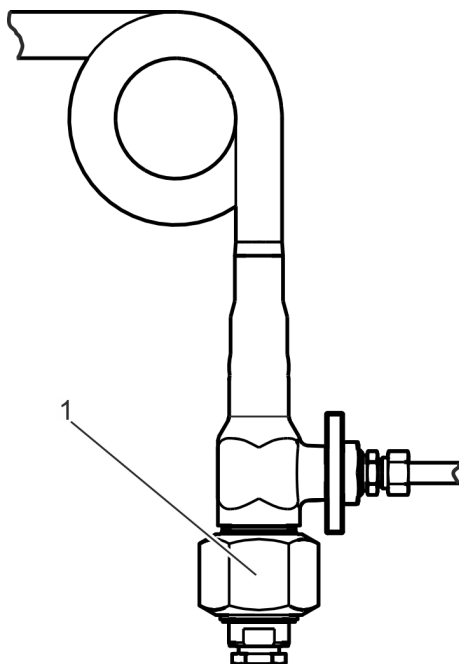

Abb. 17: Überwurfmutter lösen
Überwurfmutter (Abb. 17/1) mit Schlüssel SW 60 ca. 5 Umdrehungen linksherum lösen.
8. → Überwurfmutter (Abb. 17/1) vollständig lösen.